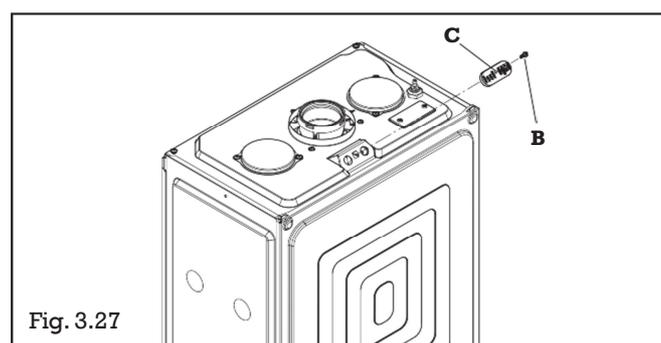

Fig. 3.27
- Mettere la sonda dell'analizzatore fumi nella apposita presa dopo avere tolto la vite **B** ed il tappo **C** (fig. 3.27). **La sonda dell'analizzatore deve essere inserita fino al paracolpi.**